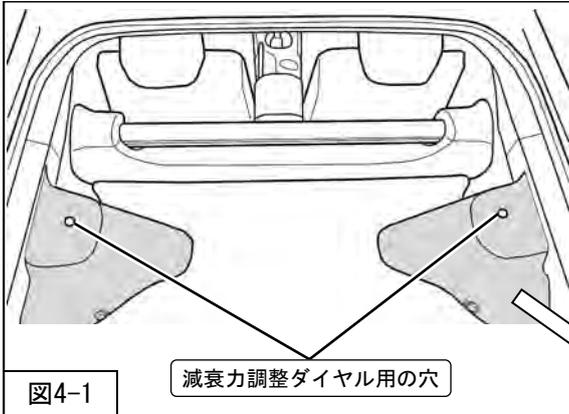

図4-1
- 1. ラゲッジサイドフィニッシャに減衰力調整ダイヤル用の穴を開けてください。穴はシャフトの延長線上となる位置で、穴の大きさはφ20mmとしてください。(図4-1)
リアの減衰力調整は、図4-1で取付けたグロメット（同梱品）を取外して行ってください。